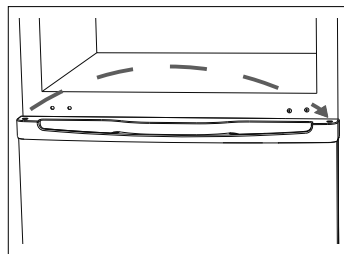

Fig. 9
- ▶ Retire el tapón ciego para la espiga de la bisagra del lado izquierdo de la puerta de la cámara frigorífica y colóquelo en el orificio del lado derecho (véase la **fig. 9**).
- ▶ Retire la puerta del frigorífico (5).
- ▶ Suelte los dos tornillos de sujeción de la bisagra inferior y retírela. Utilice una llave para tuercas del 8 o un destornillador de estrella (véase la **fig. 9**).
- ▶ Retire también la pata de apoyo del lado opuesto (véase la **fig. 9**).